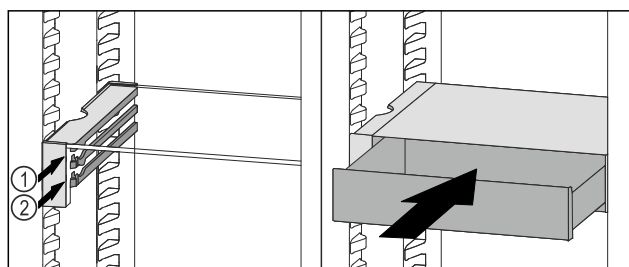

Fig. 94
- Nasadte zásuvku VarioSafe za zarážky na požadovaném žebro Fig. 94 (1) nebo Fig. 94 (2).